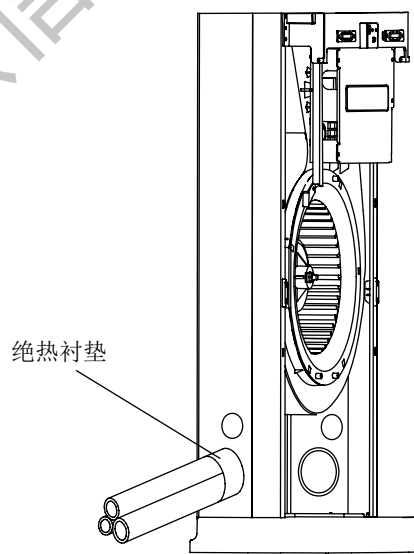

图 10
7. 管口部分用随机附带的绝热衬垫缠好，将缝隙封严并防止配管被割伤(参考图 10)。